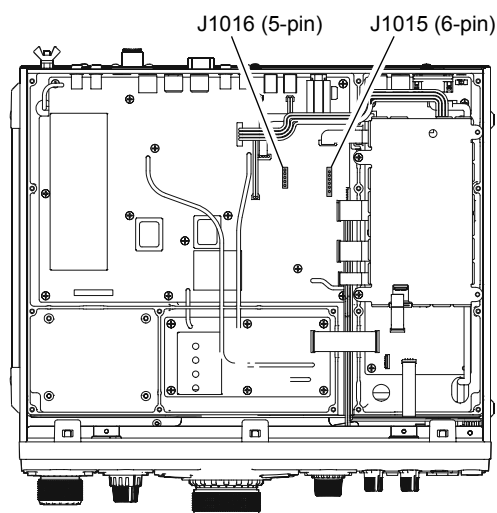

FIGURE 2
4. En se référant à la figure 2 pour situer l'emplacement de montage du **DVS-6**.